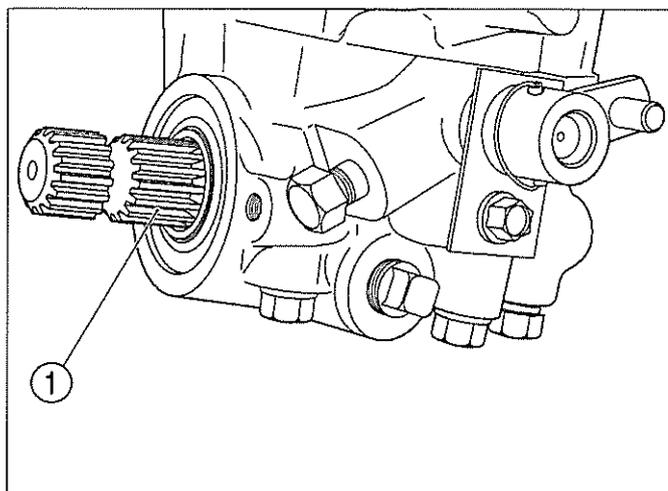

FIG. 31 / ABB. 31 / FIG. 31
FIG. 31 : La prise de force ventrale (1) est un arbre frontal situé en dessous du tracteur. Il permet de faire fonctionner certains équipements portés à l'avant ou en position centrale. Un arbre de 25,4 mm à 15 cannelures est utilisé.